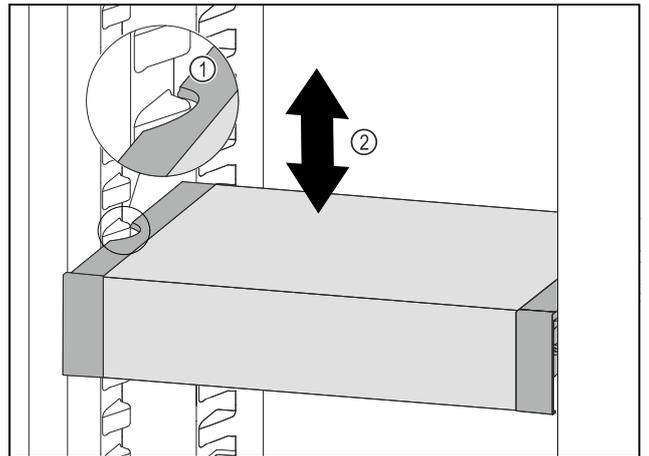

Fig. 133
- ▶ Tire del VarioSafe hacia delante hasta que los huecos laterales del VarioSafe se encuentren a la altura de la nervadura del recipiente en el compartimento del frigorífico. Fig. 133 (1)
- ▶ Mueva el VarioSafe hacia arriba o hacia abajo en el compartimento del frigorífico hasta alcanzar la altura deseada. Fig. 133 (2)